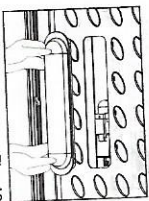

Fig. 10
- Retire la cubierta plástica de la puerta, esta se ajusta a presión y no contiene tornillos para su sujeción (ver fig. 10).